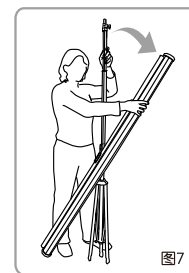

图7
4. 按逆时针方向将银幕外壳旋转90度至水平位置。(如图7)